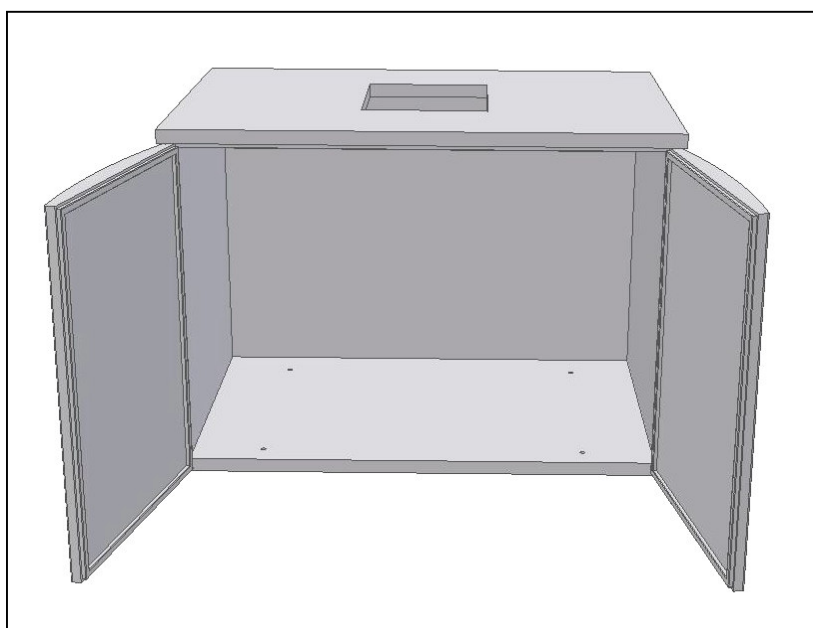

Fig. 9
- Encajar **la puerta (derecha e izquierda)** en el fondo y en la encimera (Fig.9);